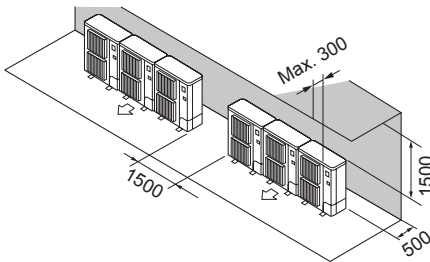

Fig. 2-10
- ② Hindernisse auf der Rück- und Oberseite (Fig. 2-10)